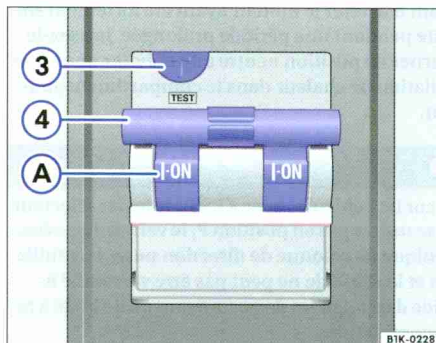

Fig. 120 Disjoncteur du réchauffage de moteur.
- Appuyez sur la touche TEST ⇒ fig. 120 ③, jusqu'à ce que le disjoncteur se déclenche.
- Tirez le levier ④ vers le haut jusqu'à ce qu'il s'encliquette. L'indicateur I-ON doit être visible.